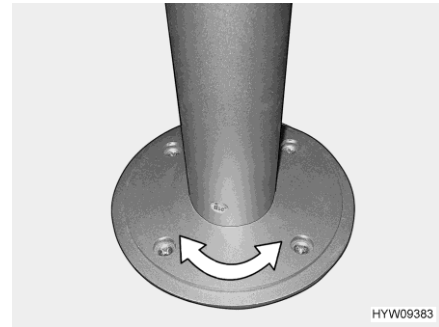

Bild 134 Pelar-bordsben (vridbart) (avhängig av modell)
- Vrid bordsskivan till önskad position. Detta kräver en viss kraftansträngning eftersom bordsskivan vrids mot friktionsmotståndet på pelar-bordsbenet (Bild 134).